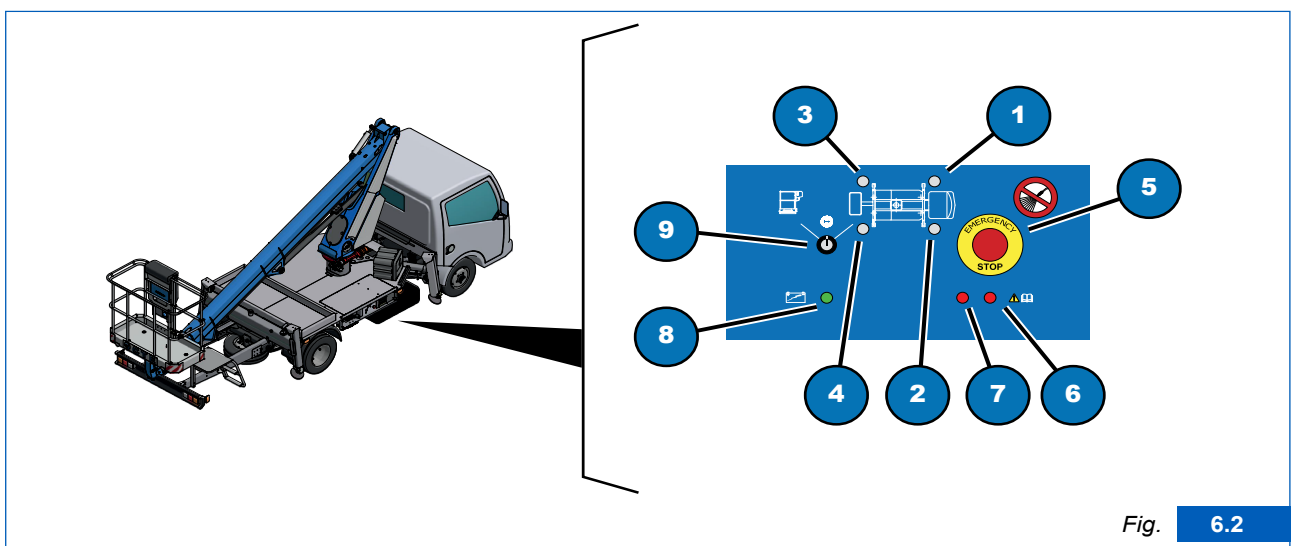

Fig. 6.2
- introduire la clé dans le sélecteur (Fig. 6.2, 9)
- tourner le sélecteur (Fig. 6.2, 9) à la position « Commandes stabilisateurs » ;
- le voyant (Fig. 6.2, 8) s'allume ;
- vérifier que tous les voyants (Fig. 6.2, 1, 2, 3 et 4) des stabilisateurs sont éteints ;
- tourner la clé du sélecteur (Fig. 6.2, 9) à la position « Nacelle de travail » ;
- Introduire la clé dans le sélecteur du tableau de commande au sol et la tourner sur la position "stabilisateurs" (Fig. 6.2, 9) ;
- vérifier l'extinction des voyants des stabilisateurs (Fig. 6.2, 1, 2, 3 et 4) ;
- tourner la clé sur la position "neutre" puis l'extraire du sélecteur (Fig. 6.2, 9).